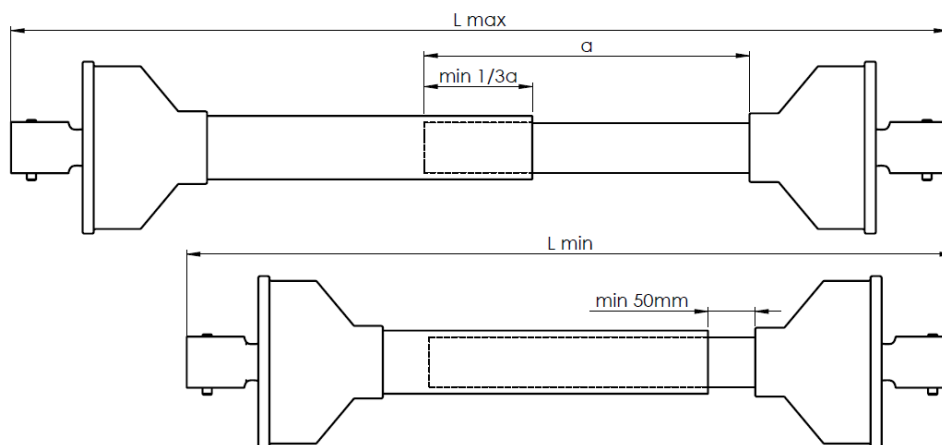

Abbildung 14. Anpassung der Wellenlänge, wenn der Streuer mit dem Schlepper verbunden ist
- Vergewissern Sie sich, dass die Teleskop-Gelenkwelle, die den Antrieb vom Schlepper überträgt, in allen möglichen Positionen des Schleppers in Bezug auf die Maschine ausreichend lang ist (Abbildung 14).